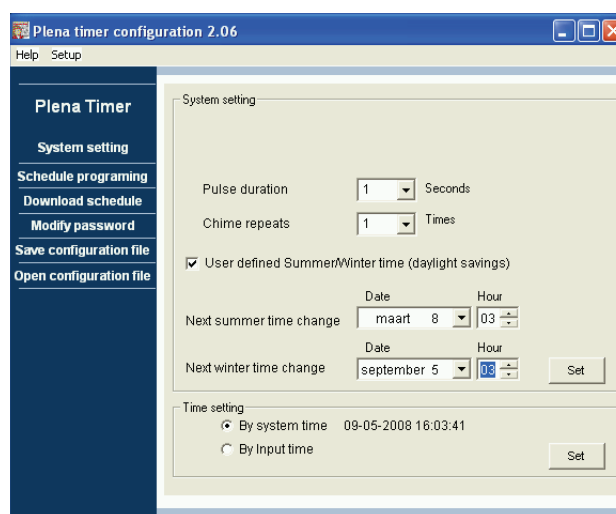

figura 8.13: janela "User defined Summer/Winter time"
- Clique no botão de rádio "By input time" e na tecla Set para configurar manualmente o Plena Weekly Timer para a hora pretendida. Aparecerá a janela que se segue (consulte a figura 8.13).